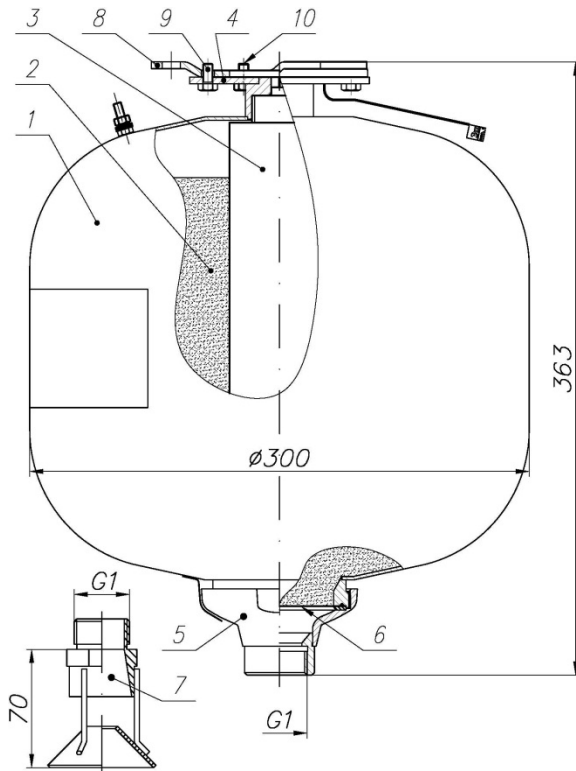

Рис. 1. Устройство модуля порошкового пожаротушения «БУРАН-15КД»
4.1. Модуль (рис.1) представляет собой герметичную конструкцию, состоящую из стального корпуса 1, заполненного огнетушащим порошком 2, генератора газа 3 с электроактиватором, держателя модуля 4, выпускного насадка 5 и разрывной мембраны 6 с насечками. Разрывная мембрана плотно прижата к корпусу выпускным насадком. На выходном отверстии выпускного насадка имеется резьба G1 для установки распылителя 7.
6.2. Соединить держатель модуля 4 (рис. 1) с кронштейном 8 так, чтобы головки болтов 10 вошли в широкие части пазов держателя модуля. После этого повернуть модуль вокруг оси до упора, болты при этом заходят в узкие части пазов и удерживают модуль в подвешенном состоянии. Зафиксировать от поворота модуль относительно кронштейна болтом 9. Затянуть болты 10.